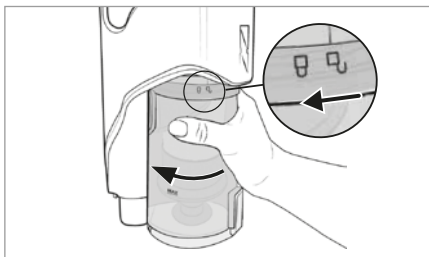

Bild 19
- 2) För att ta av dammbehållaren **7** vrider du den mot symbolen  (öppna) tills den lossnar från dammsugaren (se bild 19).